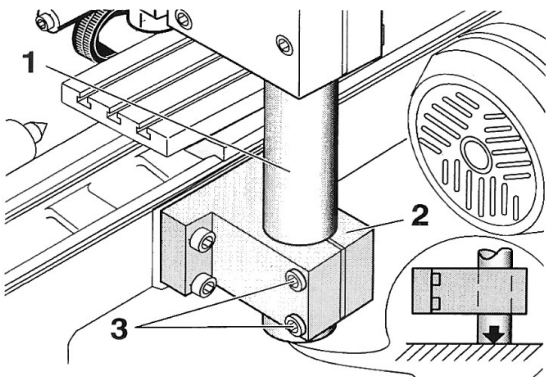

Fig. 3
3. Klemmschrauben 3 (Fig. 3) lösen und Säule (1) in den Fuß (2) bis zur Tischfläche einstecken.
4. Klemmschrauben (3) so fest anziehen, daß die Säule sich nicht mehr verdrehen kann.
3. Loosen the clamping screws 3 (Fig. 3) and insert the column (1) into the fastening block until it rests on the table top.
4. Tighten the fastening screws (3) so that the column is firmly clamped.
3. Desserrer les vis de blocage 3 (fig. 3) et pousser la colonne (1) vers le bas jusqu'à ce qu'elle touche la table.
3. Allentare le viti di arresto 3 (fig. 3) e inserire la colonna (1) nel blocco di fissaggio (2) finché non abbia raggiunto la superficie del tavolo.
4. Serrare le viti di arresto (3) finché la colonna non sia fissa.